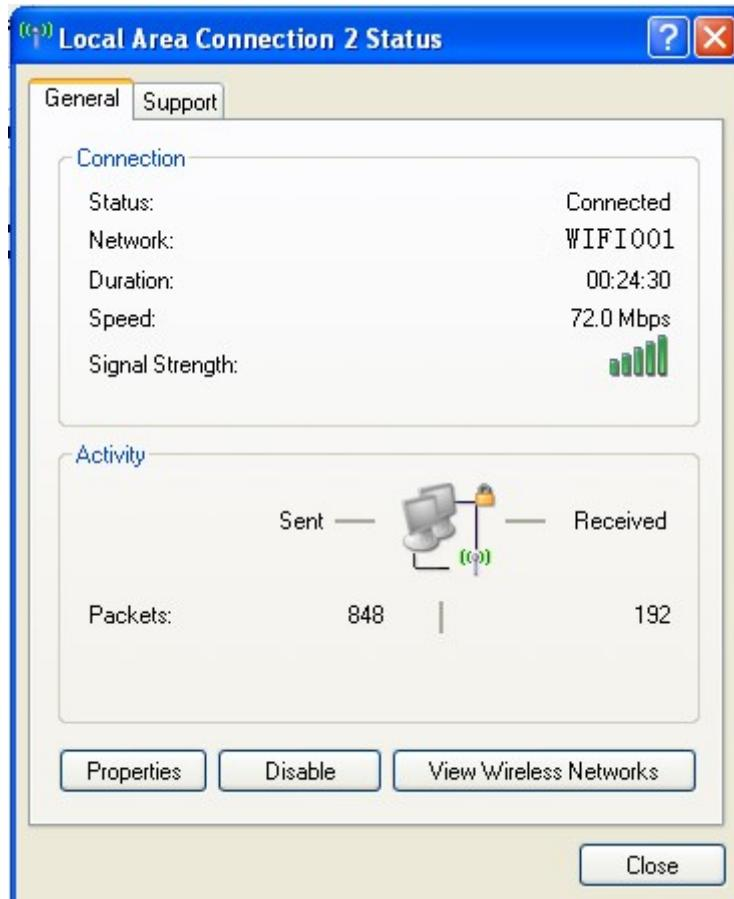

Figura 9
- ② Aparece la caja de dialogo “Wireless Network Connection Status”, haga clic en “Properties” (como se muestra en la Figura 9).